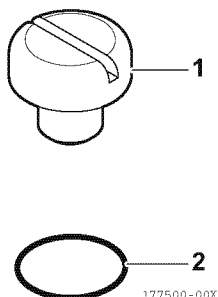

Figura 24
15. Instale la junta tórica nueva (2, **Figura 24**) en el tapón (1, **Figura 24**).